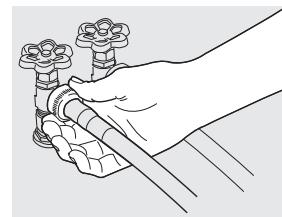

Fig. 5
- Raccordez le tuyau d'entrée d'eau CHAUDE à l'alimentation en eau CHAUDE et le tuyau d'entrée d'eau FROIDE à l'alimentation en eau FROIDE. (Fig 5).